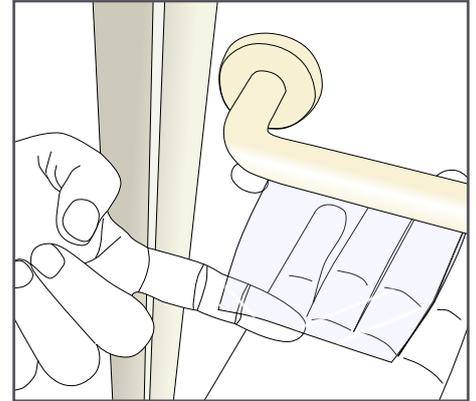

Abbildung 16
- › Die Folie ist unterhalb der Klinke zu positionieren; anschließend den Rand der Folie mit der behandschuhten Hand an der Rückseite des Griffs anbringen. (Abb. 16)